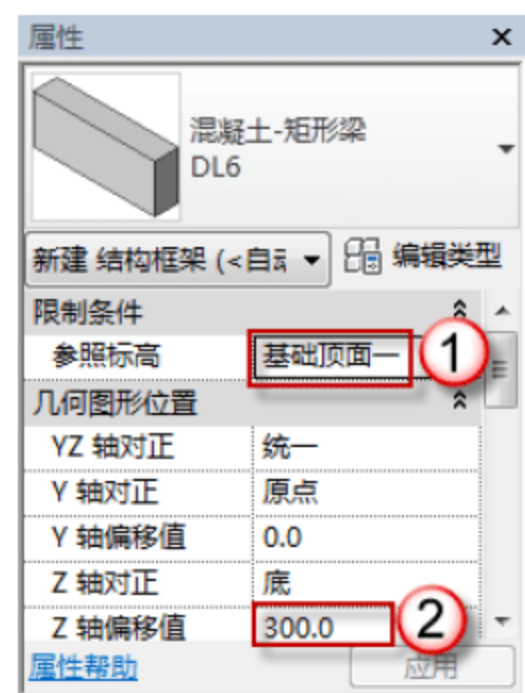

图 3.1.65 设置 Z 轴偏移值
(15) 绘制 DL6。选择“结构”→“梁”命令，在“属性”面板中调整参数标高（基础顶面一），Z 轴偏移值 300 个单位，如图 3.1.65 所示。找到 DL6 的位置从一侧向另一侧绘制，如图 3.1.66 所示。